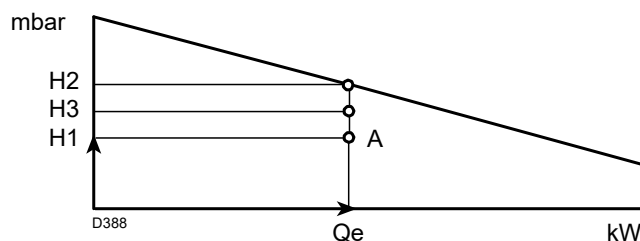

Abb. 6
- 4 Eine vertikale Linie ab dem Punkt A)(Abb. 6) ziehen und den maximalen Druck H2 des Regelbereichs ermitteln.
Resultiert H3 höher als H1)(Abb. 6), ist der Brenner in der Lage die geforderte Leistung abzugeben.